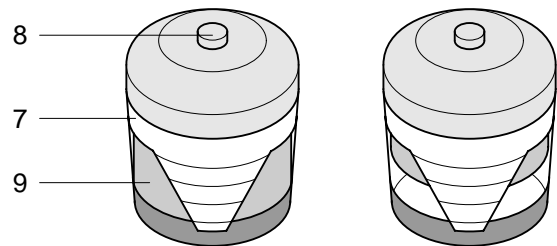

Fig. 5.3 Indicador de vacío
5. Reponga a cero el indicador de vacío (Fig. 5.3)